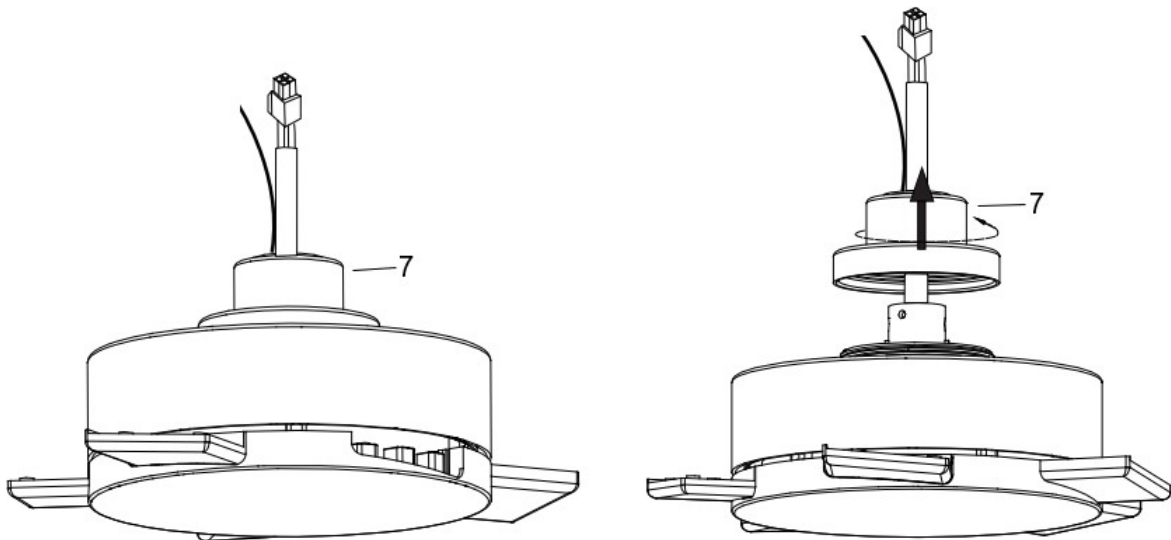

Рис. 4.2
2. Зніміть декоративну кришку (7) з блоку вентилятора, повернувши її проти годинникової стрілки. (Рис. 4.2)